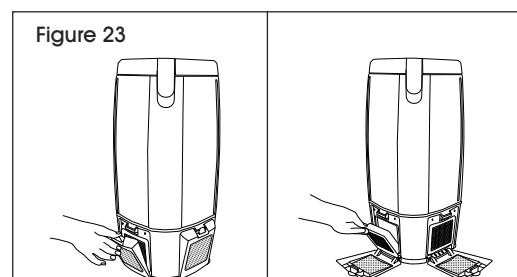

Figure 23
2. Pour inspecter ou remplacer le filtre HEPA, tournez la languette dans le sens horaire pour ouvrir la porte du filtre. Saisissez le boîtier en plastique sur le filtre HEPA pour le retirer. (Voir Figure 23)